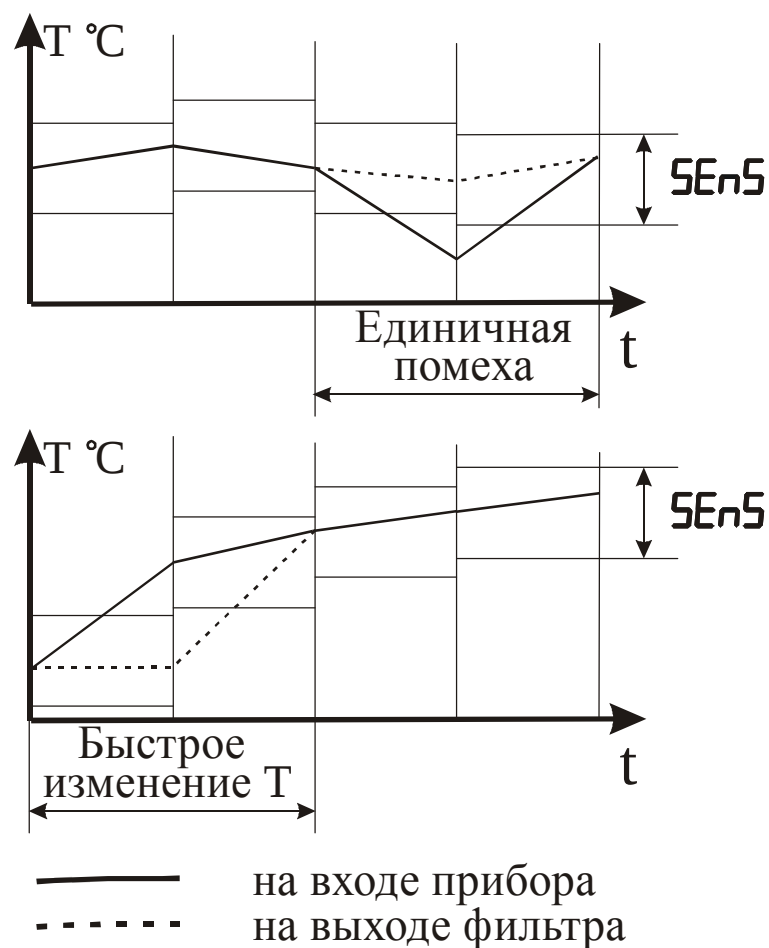

Рисунок 3.11 – Работа фильтра при воздействии случайной помехи и быстром изменении сигнала
3.3.3.7 С целью уменьшения влияния случайных импульсных помех на показания в прибор введена цифровая фильтрация. Работа фильтра описывается параметром “Полоса фильтра”. Если текущее значение температуры отличается от результатов предыдущего измерения на значение, которое превышает указанное в параметре “Полоса фильтра”, то проводится повторное измерение температуры, а на индикаторе остается старое значение (см. рисунок 3.11). О повторном измерении свидетельствует мигание светодиодного индикатора “К” зеленого свечения.